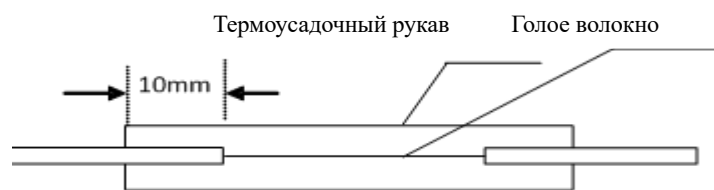

Рис. 7-7 Использование защитной втулки
- б) Переместите втулку на голое волокно и поместите их вместе в термопечь. Установите втулку по центру в печи. Положение размещения должно быть правильным, как показано на рис. 7-7.